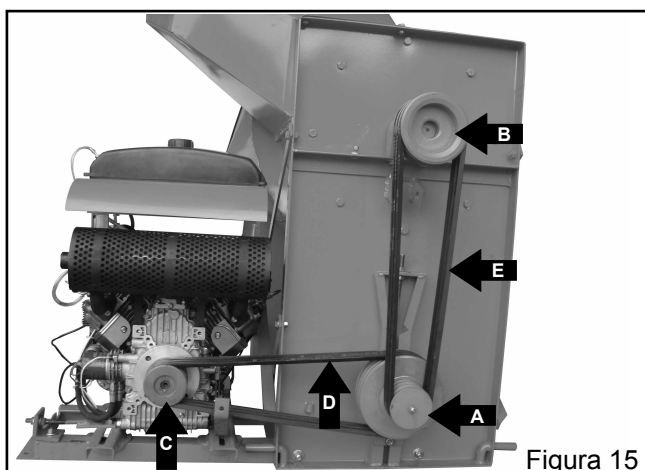

Figura 15
- e) Polia dupla Intermediária B-100/210 mm de 3 canais V, “A” (Figura 15);
- f) Polia de 3 canais V, diâmetro de 160 mm “B” (Figura 15) que vai montada no eixo do rotor;
- g) Polia de 3 canais V, diâmetro de 100 mm “C” (Figura 15) que vai montada no motor;
- h) Jogo com 3 correias B-60, letra “D” (Figura 15);
- i) Jogo com 3 correias B-63, letra “E” (Figura 15);
- Instale o suporte da polia com o regulador de tensão e conjunto da polia dupla 3 CTB diâmetro de 210 mm e 3 CTB diâmetro de 100 mm "A"(Figura 15);
- Coloque as correias que unem a polia dupla à polia do eixo rotor "E"(Figura 15) diâmetros de 210 mm x 160 mm.
- Coloque as correias motora "D"(Figura 15) motor e polia dupla, no diâmetro de 100 mm;